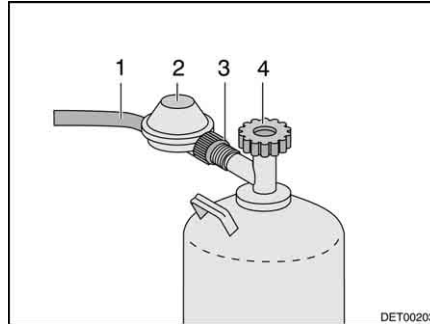

Fig. 33 Raccord bouteille de gaz
- Fermer le robinet principal (Fig. 33,4) de la bouteille de gaz. Observer le sens de la flèche.
- Maintenir le régulateur de pression du gaz (Fig. 33,2) et ouvrir la vis moletée (Fig. 33,3) (filetage à gauche).
- Retirer le régulateur de pression du gaz avec la lyre (Fig. 33,1) de la bouteille de gaz.
- Appliquer le régulateur de pression du gaz (Fig. 33,2) avec la lyre (Fig. 33,1) à la bouteille de gaz et serrer manuellement la vis moletée (Fig. 33,3) (filetage à gauche).